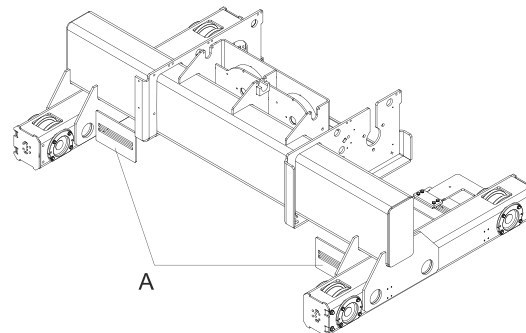

Fig. 28
1. Aflojar los tornillos de sujeción (1) del seguro contra levantamiento.
3. En OE-S07 4PD, dos chapas de sujeción (a) están soldadas fijas y dos unidades del seguro contra levantamiento deben inclinarse de 90°, véase Fig. 28.